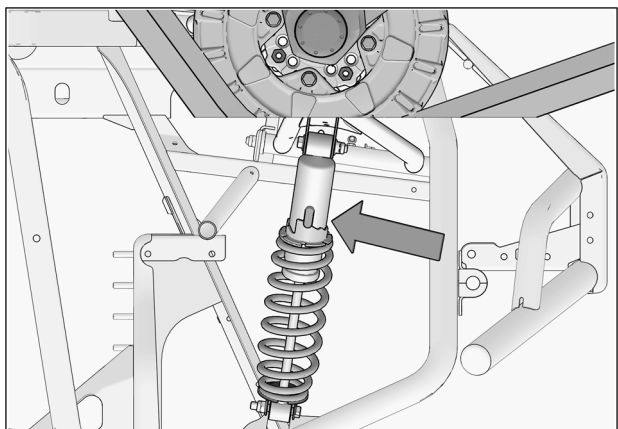

Fig. 21
1. Vérifier l'ajustement de la suspension; si les amortisseurs sont réglables, ils doivent être réglés au niveau le plus ferme pour permettre un maximum de dégagement entre les systèmes et les ailes du véhicule. Voir la Fig. 21